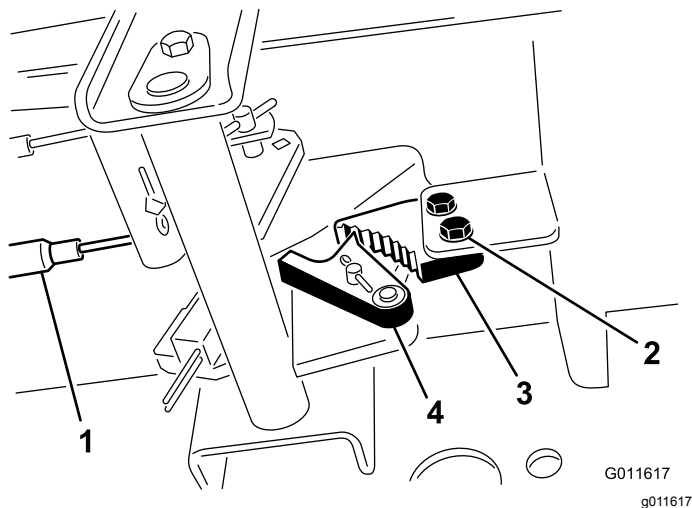

図 84
1. 駐車ブレーキのツメをフレームに固定しているネジ2本をゆるめる(図 84)。
2. ブレーキのツメが戻り止めに完全に掛かるまで駐車ブレーキペダルを前に踏み込む(図 84).